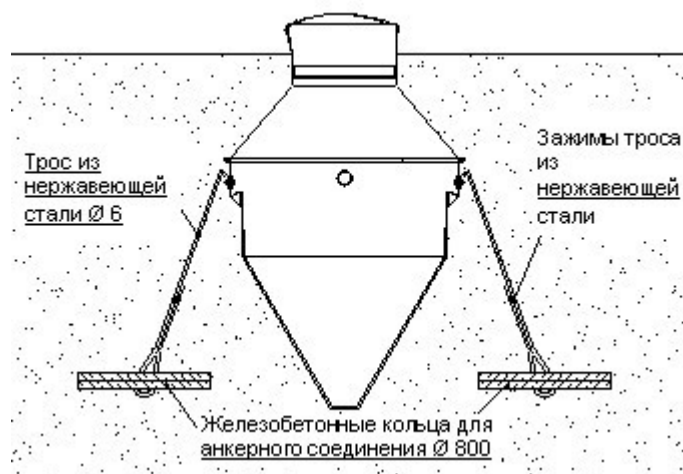

Рис. 7
15. При высоком уровне грунтовых вод установка должна быть прикреплена с помощью анкеров к железобетонному основанию. Возможны несколько способов крепления (см. Рис. 7 а и в). После того, как опущена анкерная плита, насыпать на её поверхность слой песка, толщиной около 10 - 20 см и утрамбовать его. После этого укрепить установку на анкерной плите.